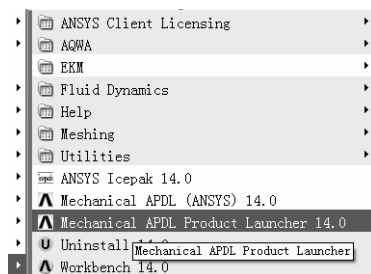
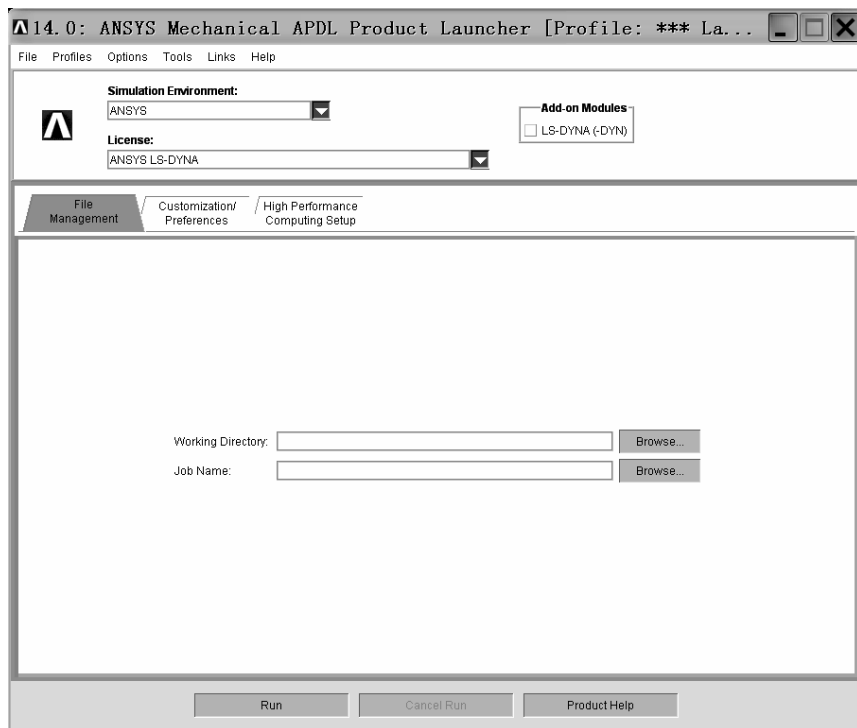

图 4-73 “Mechanical APDL Product Launcher 14.0” 图标
图 4-74 “14.0: ANSYS Mechanical APDL Product Launcher [Profile:\*\*\*La...” 窗口
(1) 在 “开始” 菜单中指向 “ANSYS 14.0” 文件夹，出现 “Mechanical APDL Product Launcher 14.0” 图标（见图 4-73）。单击 “Mechanical APDL Product Launcher 14.0” 图标，弹出 “14.0: ANSYS Mechanical APDL Product Launcher [Profile:\*\*\*La...” 窗口（见图 4-74）。